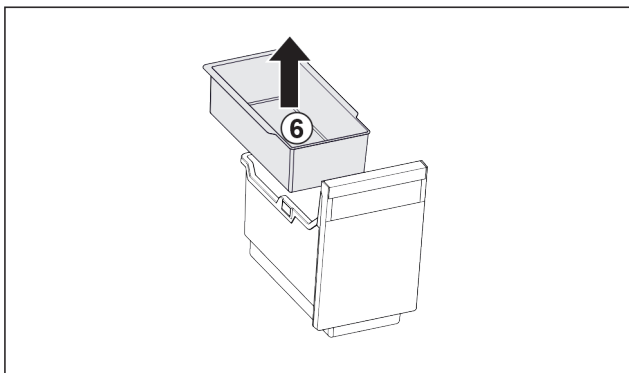

Fig. 19
- ▶ Retirer le Fig. 19 (6) balconnet pour glaçons.